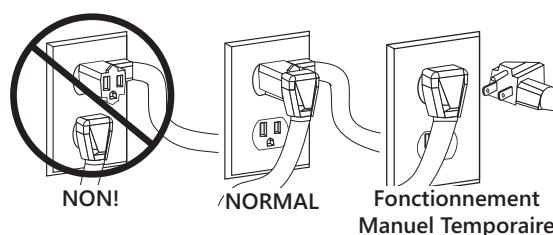

Figure 13. Installation de prises siamaises
**Tous les modèles Pro370 et de la série 380 à évacuation verticale** sont munis d'un flotteur en usine et l'interrupteur à flotteur est fixé sur le module QuickTree. Ces modèles sont munis de deux cordons : l'un relié à l'interrupteur à flotteur et l'autre au moteur de la pompe. Le cordon de l'interrupteur est muni d'un connecteur en série (siamois) permettant de brancher le cordon de la pompe (moteur) sur son dos (Figure 13). Ce système a pour but de permettre le fonctionnement manuel de la pompe.